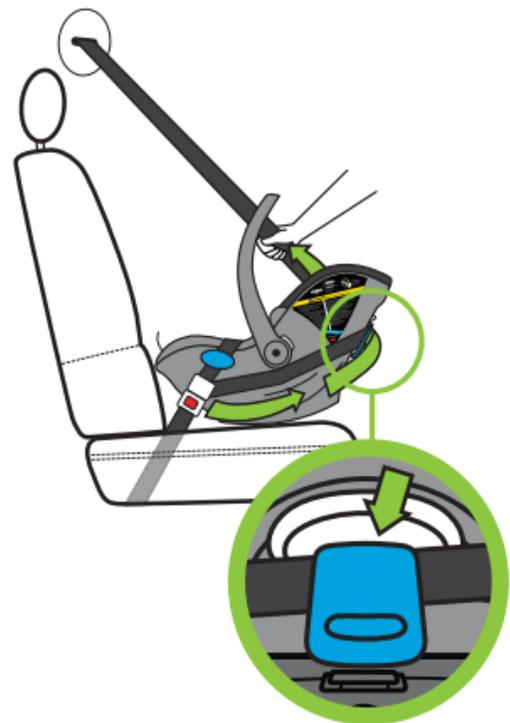

Figure 69
- Avec une main tenant fermement la ceinture d'épaule pour qu'elle ne se rétracte pas, enroulez-la autour de l'arrière du porte-bébé avec l'autre main et glissez la ceinture dans le guide bleu, comme illustré à la **Figure 69**.